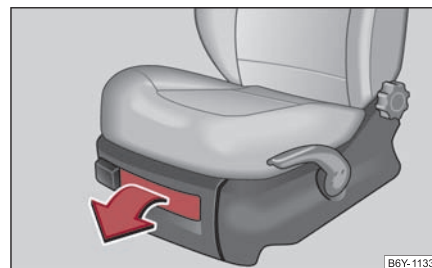

Fig. 112 Scaun față:
- Pentru deschiderea capacului, apăsați pe încuietoare și trageți capacul ⇒ pagina 85, fig. 112.